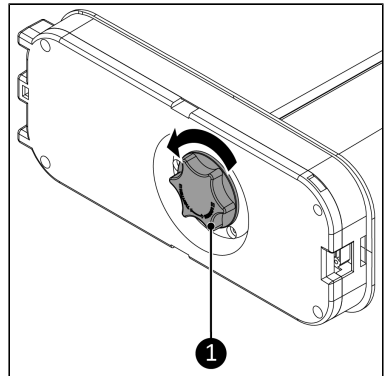

Abbildung 40.
1. Entfernen Sie die Fußsicherungsschraube (Abbildung 40, Pos. 1) vom Gerät.